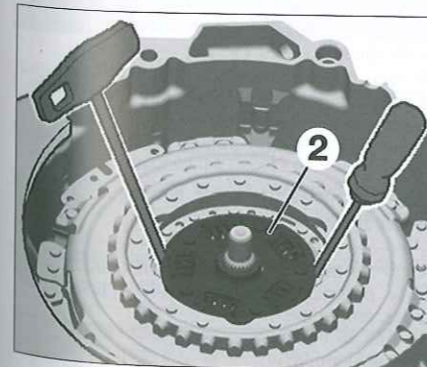

Fig. 2
- Con un gancho y un destornillador, extraer el cubo (2) (Fig.2).